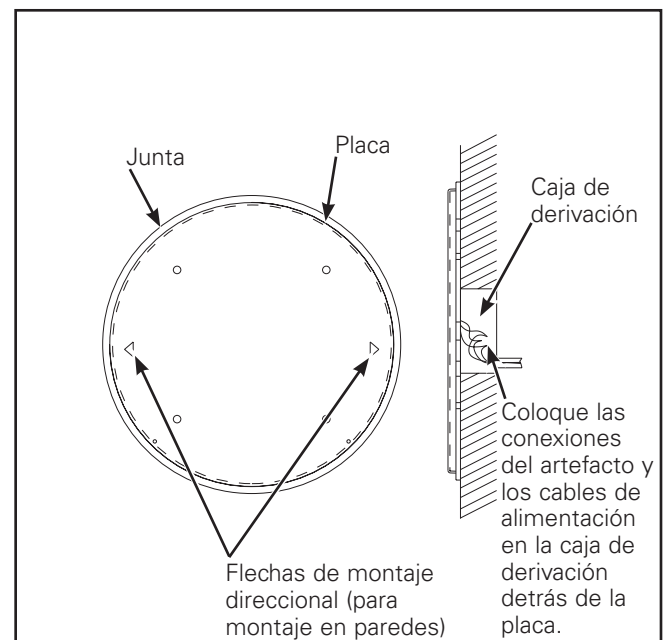

Figura 1. Placa/Unidad de Junta
3. Ubique sobre el techo o la pared, por encima de una caja de derivación. Utilice la placa de montaje como plantilla de presentación de las ubicaciones de los tornillos (Figura 1.). Si está montando sobre la pared, observe la flecha de orientación "VERTICAL" sobre la placa de montaje. Si utiliza un modelo con reborde, asegúrese de que el reborde esté en posición hacia arriba.